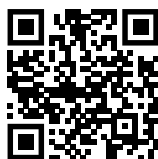

Fig. 139
- ▶ Avaa Liebherr SmartMonitoring Dashboard. (katso Fig. 139)